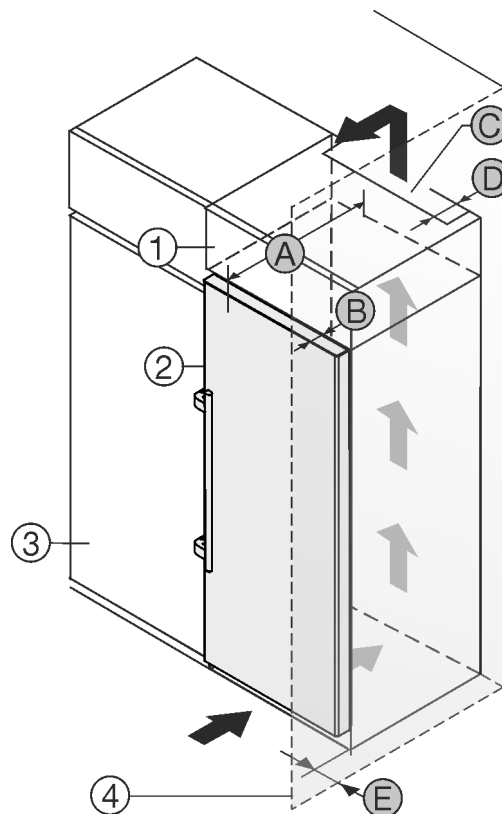

Fig. 1
- (1) Skapmodul
- (2) Enhet
- (3) Kjøkkenskap
- (4) Vegg
- (B) Dørdybde
- (C) Ventilasjonstverrsnitt
- (D) Avstand enhetens bakside
- (E) Avstand på siden av enheten
- (A) Enhetsdybde
Du kan plassere apparatet rett ved siden av kjøkkenskapet Fig. 1 (3).
På baksiden av skapmodulen over enheten må det installeres en ventilasjonskanal med dybden Fig. 1 (D) over hele skapmodulens bredde.
Ventilasjonsstverrsnittet Fig. 1 (C) under taket i rommet må overholdes.
Hvis apparatet plasseres med hengslene mot en vegg Fig. 1 (4), må avstanden mellom apparatet og vegg være minst 57 mm. Dette tilsvarer hvor mye håndtaket stikker ut når døren er åpen.
For at du skal kunne åpne døren helt, må apparatet rage dørdybden Fig. 1 (B) lenger ut enn fronten på kjøkkenskapene. Avhengig av kjøkkenskapenes Fig. 1 (3) dybde og bruk av veggavstandsstykker kan enheten rage enda lenger ut.